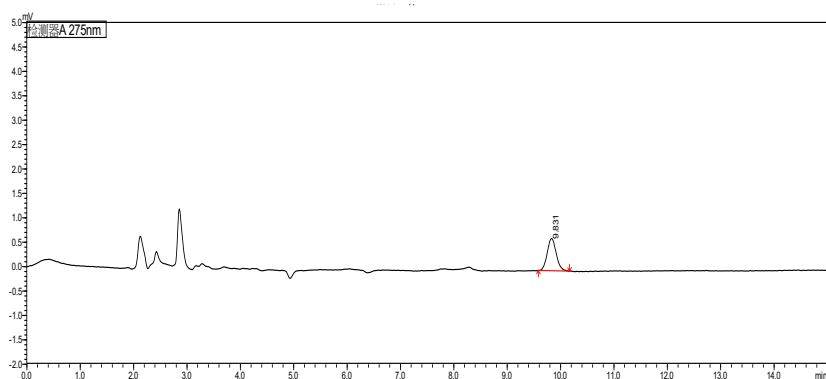
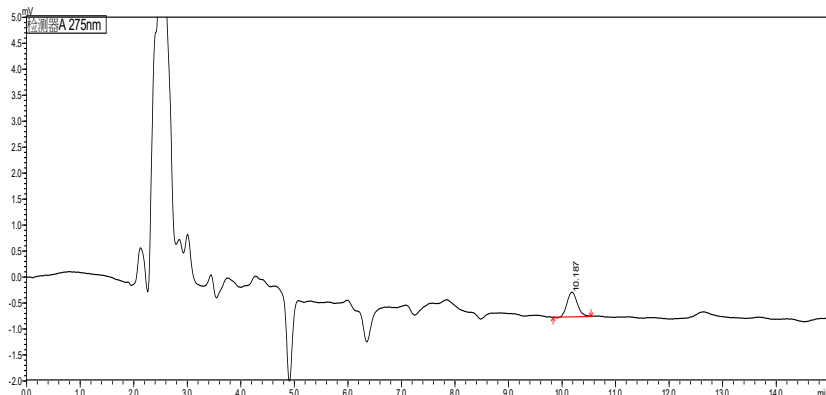

图 1. 0.05 µg/mL 多菌灵标准溶液色谱图
图 3. 0.1 mg/kg 生花生仁基质加标色谱图
由表 2 可知, 采用 QuEChERS 方法结合 HPLC 检测花生仁中的多菌灵, 当添加水平为 0.1 mg/kg 时, 回收率均为 81.5%, 满足检测要求。由图 1 ~ 图 3 可知, QuEChERS 净化管净化效果良好, 用 Venusil XBP C18(L) 色谱柱检测多菌灵, 峰形良好, 保留时间稳定。